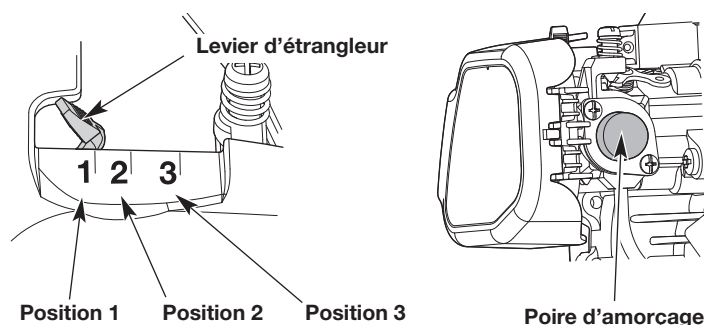

Fig. 6
3. Appuyez lentement et relâchez la poire d'amorçage à **10 reprises** (Fig. 6). Si aucune quantité de carburant n'apparaît dans la poire d'amorçage, appuyez et relâchez la poire jusqu'à l'apparition de carburant.
4. Déplacez le levier d'étrangleur en **Position 1** (Fig. 6).
7. Continuez d'appuyer sur la manette des gaz. Déplacez le levier d'étrangleur en **Position 2** (Fig. 6).
10. Continuez d'appuyer sur la manette des gaz. Déplacez le levier d'étrangleur à la **Position 3** (Fig. 6) et laissez le moteur chauffer pendant 60 secondes supplémentaires. L'appareil peut être utilisé pendant ce laps de temps.
**SI...** le moteur hésite, remplacez le levier d'étrangleur en **Position 2** (Fig. 6) et laissez-le chauffer.